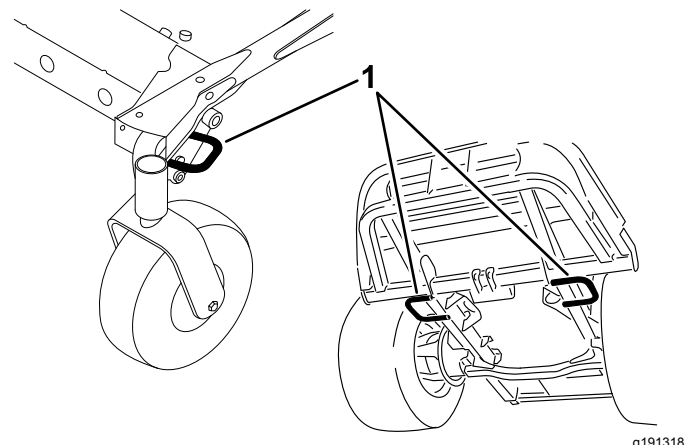

Bild 26
5. Verwenden Sie die Vergurtungsstellen, um die Maschine mit Riemen, Ketten, Kabeln oder Seilen am Anhänger oder Pritschenwagen zu befestigen (Bild 26).